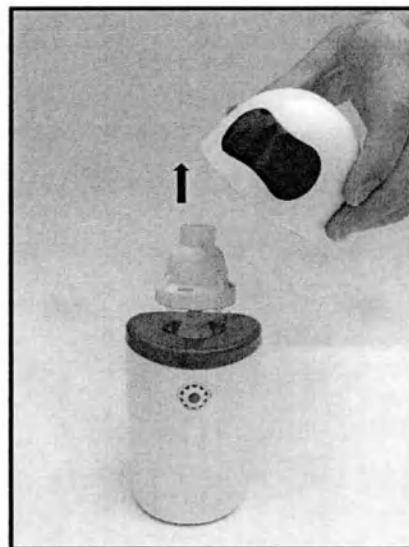

Рисунок 1
- Снимите крышку основного блока, аккуратно потянув её вверх (рисунок 1).